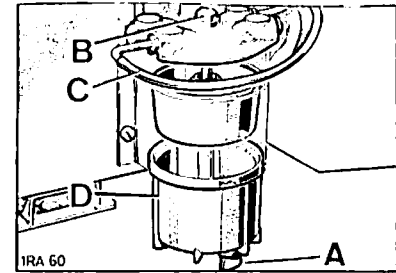

Fig. 91.—Recipiente decantador
- B) Recipiente decantador (Motor Diesel). Está situado debajo del piso de la cabina, en el lado del pasajero, y fijado al larguero del bastidor (fig. 91).
El recipiente decantador se desmontará y se limpiará en la forma que a continuación se detalla (fig. 91).